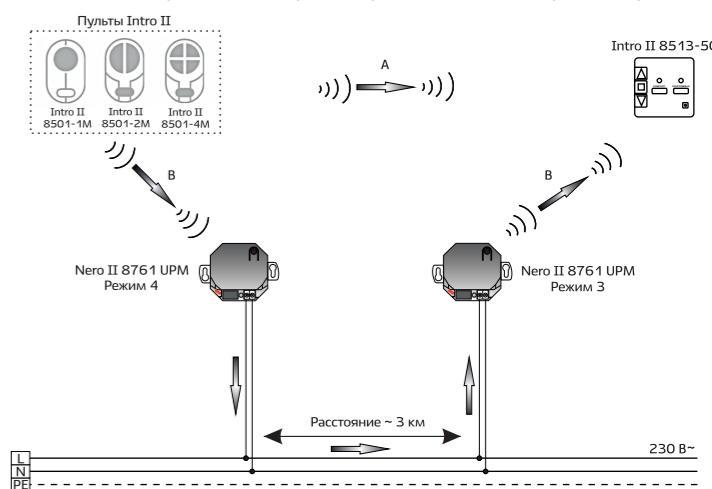

Рис. 3 - Пример реализации функции «Мост» по сети ~230 В
3. Установить на принимающем транскодере Nero II 8761 UPM режим 3 (рис. 3).